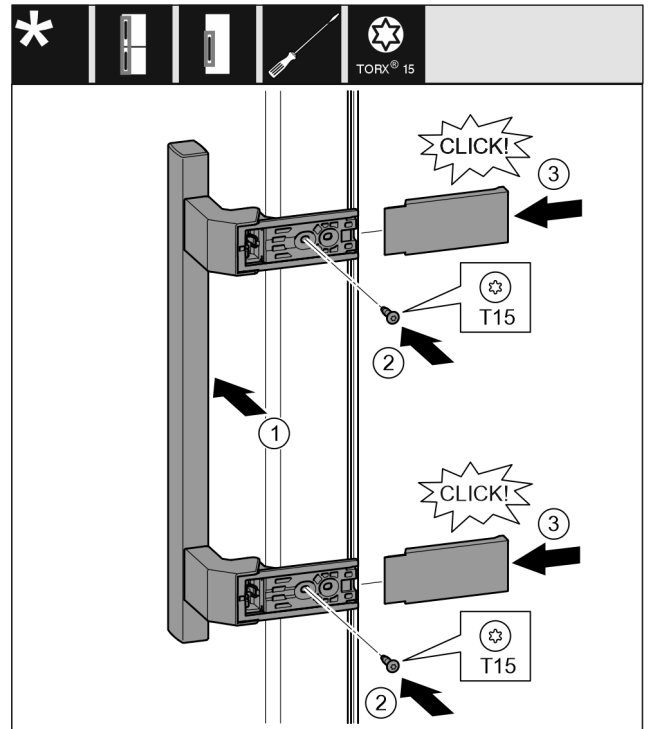

Fig. 18
- ▶ Vendosni dorezën në anën e kundërt. Fig. 18 (1)
- ▶ Mbërtheni fort vidat me një kaçavidë T15. Fig. 18 (2)
- ▶ Vendosni kapakët mbulues anash dhe shtyjini. Fig. 18 (3)